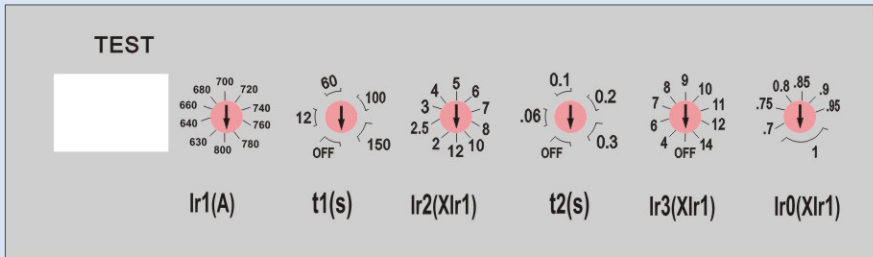

图14
7.7、HSM2E-800, $I_n=800A$ 电子式脱扣器见图14、图15